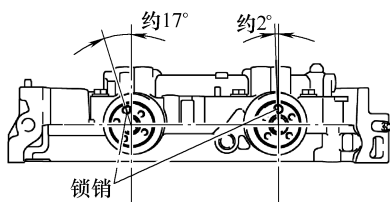

图 1-166 装入凸轮轴锁销
③ 将 1 号和 2 号凸轮轴的锁销置于如图 1-166 所示位置。